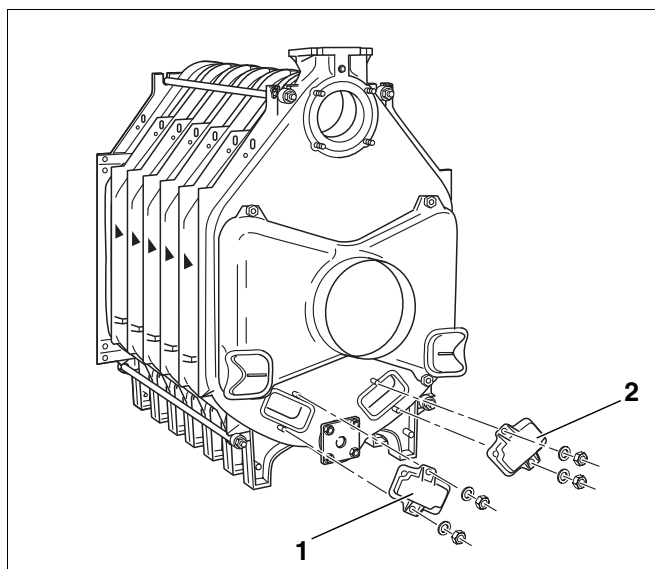

Fig. 27 Montering af rensedæksel
- Hvis rensedækslerne har været afmonteret ved montering af monteringssettet på bagelementet, skal dækslerne skrues på bagelementet igen med spændeskiver og møtrikker (Fig. 27, **pos. 1 og 2**).